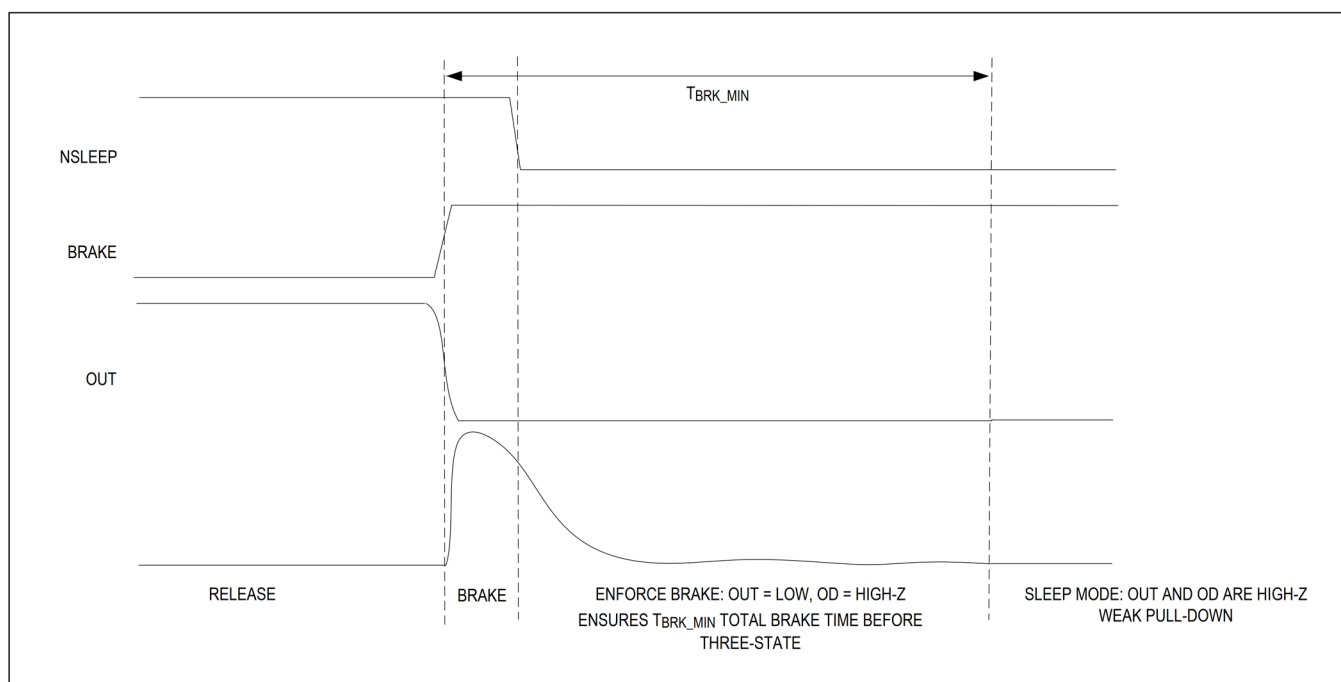

図 2. SLEEP までの最小 BRAKE 時間
- デバイスが BRAKE モードになって t_{BRK_MIN} 未満の間に Go to SLEEP 要求が発行された場合、MAX22215 は BRAKE フェーズを自動的に延長し、 t_{BRK_MIN} が経過してから SLEEP モードに移行します (図 2 参照)。
- デバイスが BRAKE モードになって $t_{\text{BRK_MIN}}$ 未満の間に Go to SLEEP 要求が発行された場合、MAX22215 は BRAKE フェーズを自動的に延長し、 $t_{\text{BRK_MIN}}$ が経過してから SLEEP モードに移行します (図 2 参照)。